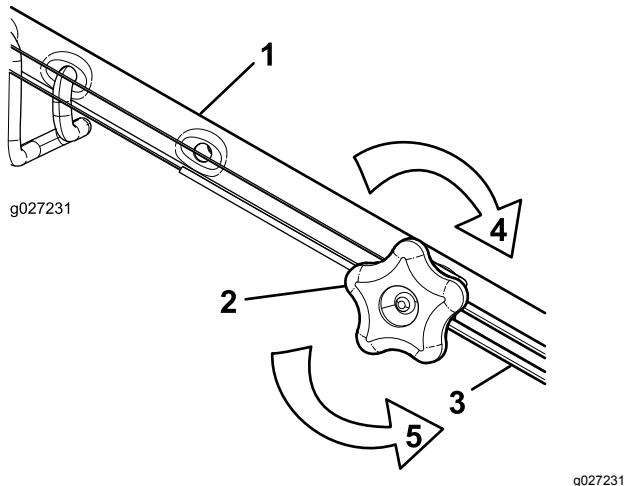

Рисунок 32
- Поверните ручку регулировки против часовой стрелки, чтобы ослабить затяжку троса (Рисунок 32).
- Отрегулируйте натяжение троса (Рисунок 32), потянув его назад или вперед, затем удерживайте в этом положении.